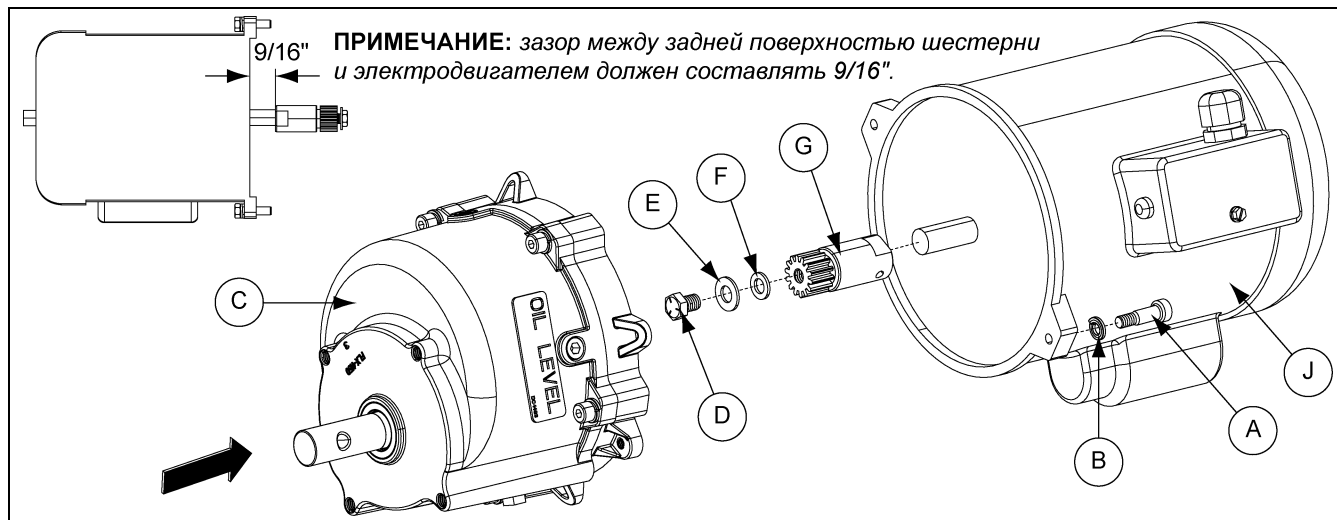

Рисунок 5AD
6. Повторная установка коробки передач (C) на двигатель (J), используя болт (D) и шайбы (E и F), ранее удалены. (Смотрите рисунок 5AD.) Затянуть болт до 50 дюйм-фунт.